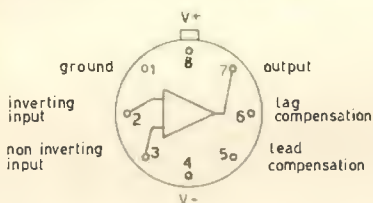

figura 1
**μA 702 A:** è un amplificatore a larga banda, dalla corrente continua fino a trenta megahertz, realizzato con tecnica integrata monolitica dalla SGS. Il circuito equivalente porta nove transistor e undici resistenze; le connessioni ai piedini sono riportate a figura 1.